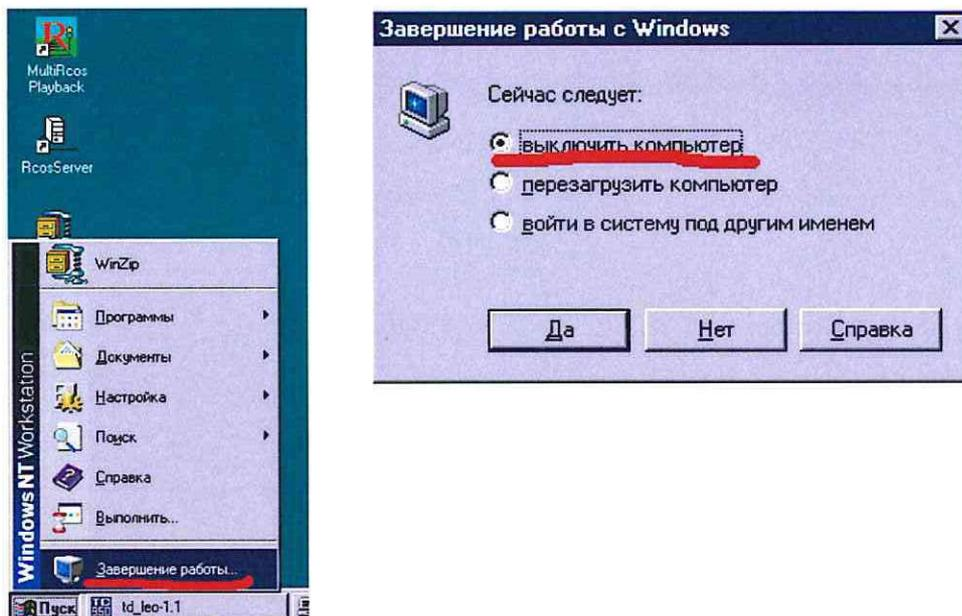

Рисунок 1. Выключение АРМ ДСП.
7.1.2 ДСП в присутствии старшего электромеханика выходит из программы и выключает системный блок АРМ ДСП, на котором будет производиться диагностика аппаратных средств системного блока (Рисунок 1).